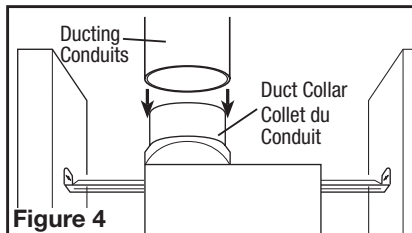

Figure 4
1. Connect the ducting to the fan's duct collar (Figure 4). Secure in place using tape or screw clamp. Always duct the fan to the outside through a wall or roof cap. It is recommended that low restriction termination fittings be used.
1. Raccorder le conduit au collet de conduit du ventilateur (Figure 4). Fixer en place à l'aide de ruban ou de serre-joint. Toujours évacuer le ventilateur vers l'extérieur au travers de chapeau mural ou de toit. Il est recommandé que les raccords d'extrémité basse de restriction sont utilisés.